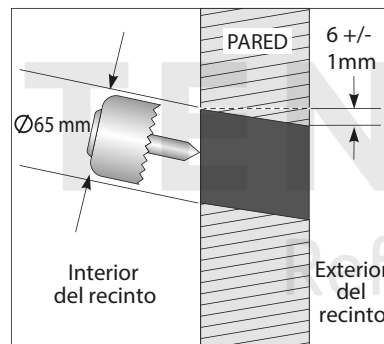

Figura 6.
- Perfore un agujero de 65 mm de diámetro y una inclinación hacia al lado externo como se indica la figura 6.